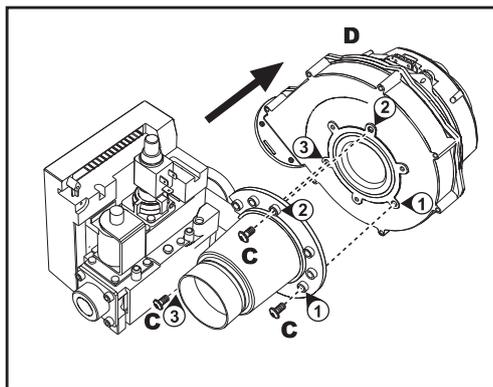

рис. 56 - Модель ENERGY TOP B 125 - 250
6. Открутите винты “С” и отсоедините вентилятор “D” (рис. 56 - только на модели ENERGY TOP B 125 - 250)